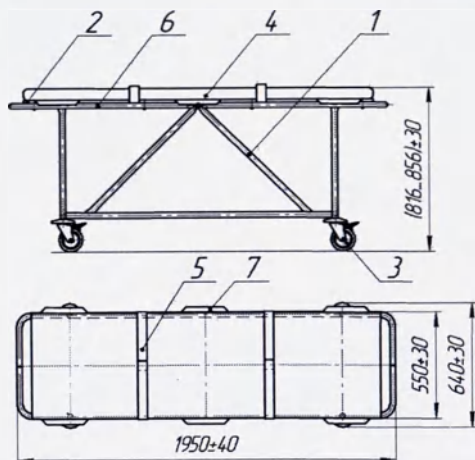
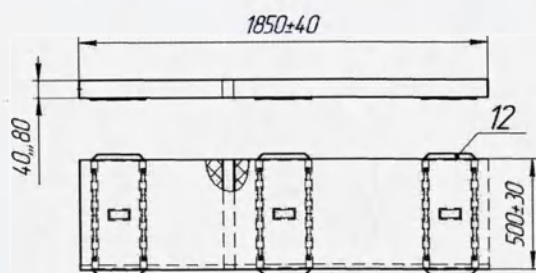

Рисунок 1. Тележка ТВ-ММ мод. 1244 немагнитная
Рисунок 2. . Носилки-матрац НМ-ММ
2.4. Габаритные размеры, мм	См. рис. 1,2
4.1. Изделие (см. рисунок 1) состоит из: тележки одноуровневой 1 и съемных носилок-матраца НМ-ММ 4.
4.2. Тележка одноуровневая 1 (см. рисунок 1) имеет раму из алюминиевого профиля с покрытием порошковым полимерным, оснащенную самоориентирующимися колёсными опорами 3, две из которых, расположенные по диагонали, снабжены тормозами. Кронштейны колесных опор изготовлены из нержавеющей стали. На раме закреплена панель 2 из плиты древесно-стружечной.
4.4. Носилки-матрац НМ-ММ (см. рисунок 2), размещаемые на панели 2 (см. Рисунок 1), изготовлены из пенополиуретана в чехле из материала тентового с поливинилхлоридным покрытием с 6-ю ручками 12 из ленты (для перекладки и переноски пациента). Допускается по запросу заказчика изготовление чехла носилок-матраца НМ-ММ из винилискожи обивочной